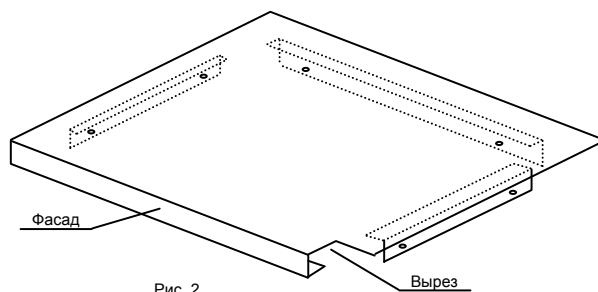

Рис. 2
**Нижняя полка (дно)** имеет на фасаде вырез (рис.2)